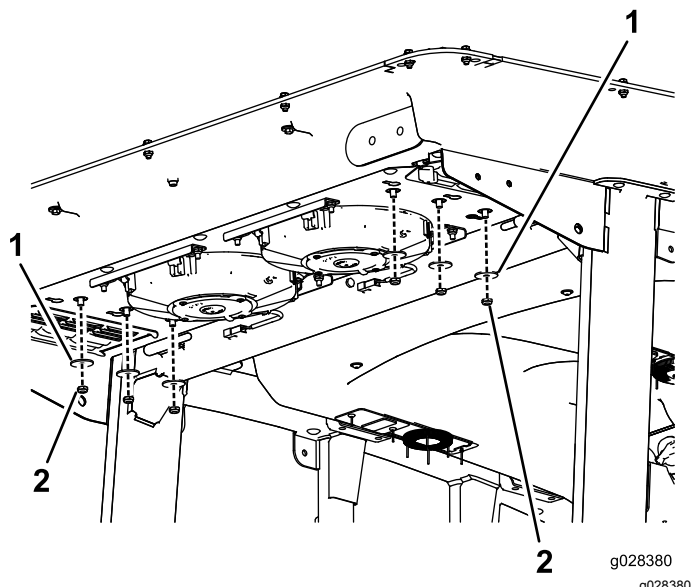

Figure 71
2. Enlevez les 6 écrous et rondelles au bas de l'arrière de la cabine (Figure 71).